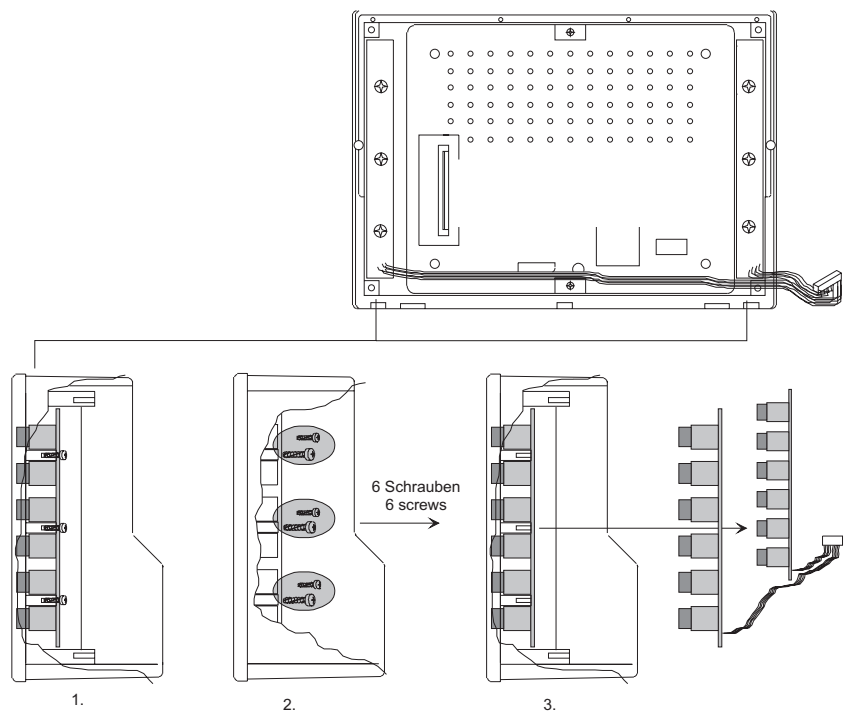

Bild 4-7: Entfernen der Tastenprints
10. Lösen sie die sechs Befestigungsschrauben der Tastenprints und entfernen sie die Printplatten aus dem Gerät. (Bild 4-7)